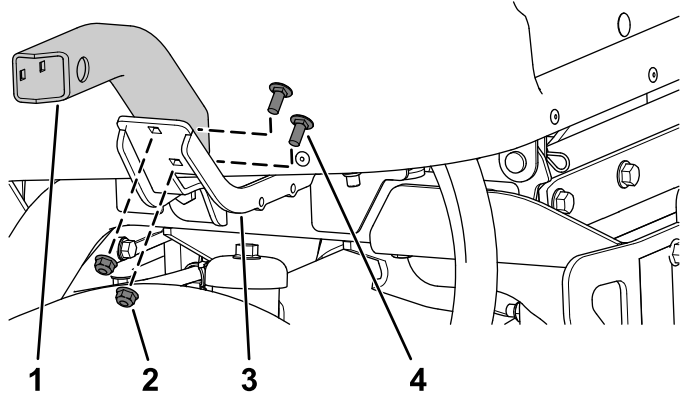

Figura 23
3. Prenda a montagem curta esquerda e a montagem curta ou comprida direita na montagem esquerda e direita utilizando quatro parafusos de carroçaria ($\frac{5}{16}$ x $\frac{3}{4}$ pol.) e quatro porcas flangeadas ($\frac{5}{16}$ pol.) como se mostra na Figura 23.